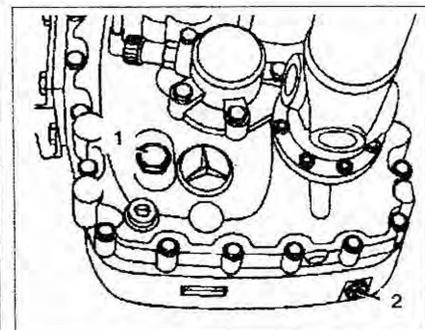

Рис. 1.20. Замена масла в раздаточной коробке 750.553/581.
1. Протрите поверхность вокруг заливной **1** и сливной **2** пробок (рис. 1.20).